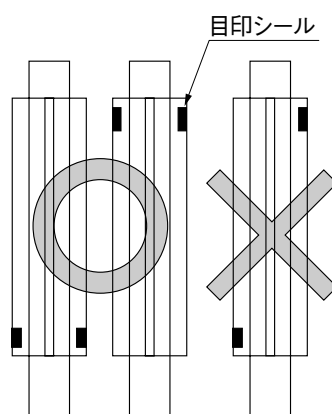

図2-5
- 前面部化粧材には向きがあります。図のように目印シールが同一方向になるような向きで固定してください。（図2-5参照）